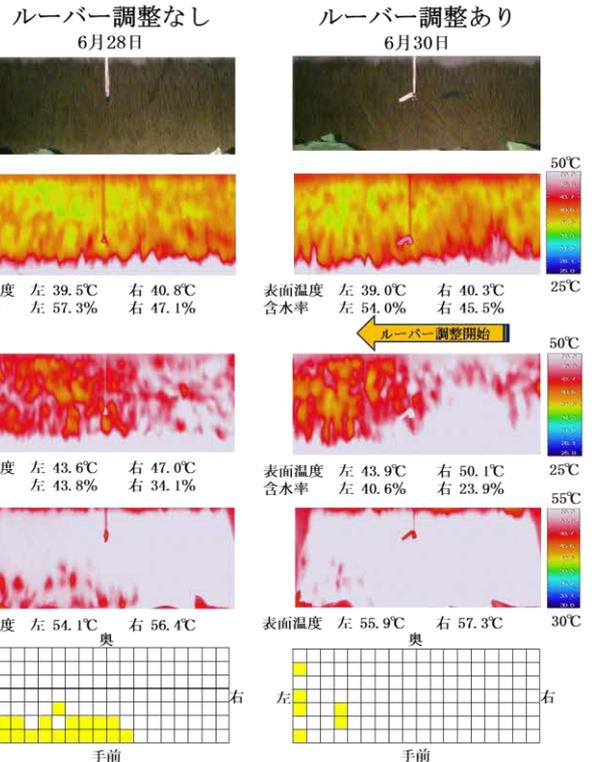

図4 サーモグラフィでの表面温度の観測
2. 乾燥終期に温度が周囲より低い箇所は、未乾燥束の発生箇所とほぼ一致することから、サーモグラフィにより未乾燥束の発生を確認することが可能である（図4）。
3. 温度差が確認された時点（乾燥4時間後：平均温度差約1℃）で、ルーバーを使用し低温部分に風向きを調整することで乾燥時間が短縮され、燃油使用量を約11%、消費電力量を約7%削減できる（図4、表2）。